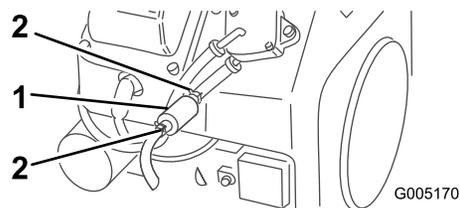

Рисунок 29
5. Сожмите концы шланговых хомутов и сдвиньте их с фильтра (Рисунок 29).
6. Поместите под топливопроводы сливной поддон, чтобы собрать утечки, после чего снимите фильтр с топливопроводов (Рисунок 29).